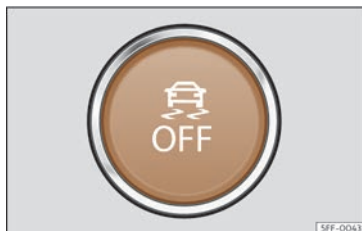

Fig. 119 Na parte inferior da consola central: botón para conectar/desconectar o ESC
- O TCS pódese desconectar e conectar mediante unha pulsación curta no botón da consola central >>> **fig. 119**.
- O ESC en modo “Sport” pódese desconectar e conectar mediante unha pulsación curta no botón da consola central >>> **fig. 119**.
- O ESC pódese desconectar e conectar mediante unha pulsación longa no botón da consola central >>> **fig. 119**.